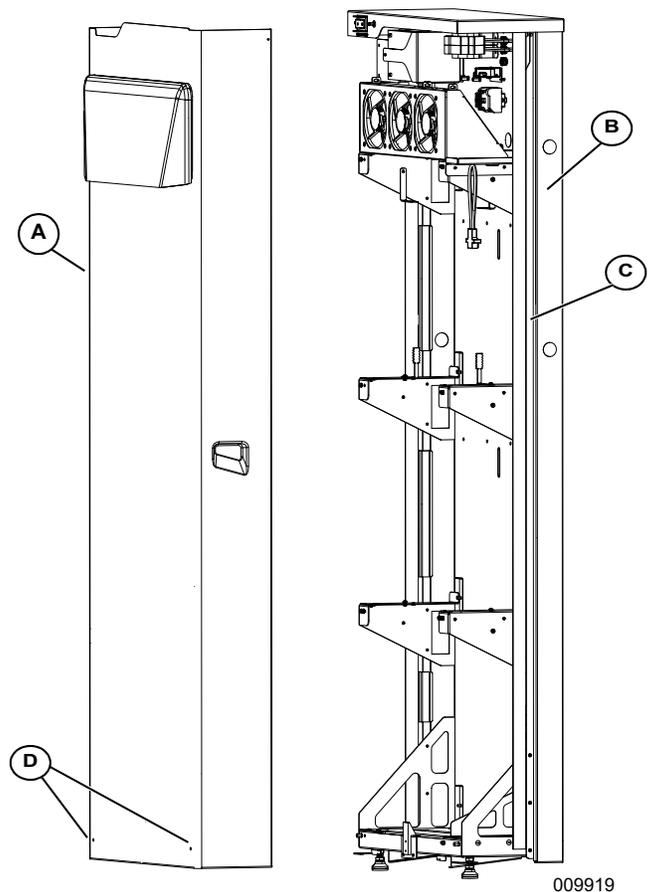

Figure 4-35. Pose du capot avant (modèle OR illustré)
1. Voir Figure 4-35. Poser le capot (A) verticalement devant l'appareil.
3. Pousser le capot tout droit pour l'engager sur le châssis (B).
4. Vérifier que tous les guides inclinés passent à l'intérieur du châssis. Les bords arrière du capot doivent appuyer sur le joint en caoutchouc sur toute la longueur (C).
1. Voir Figure 4-35. Retirer les deux vis M4 x 16 mm SEM (D) qui attachent le capot (A) au châssis (B).
Voir Figure 4-35. À l'intérieur de la batterie PWRcell, les modules sont superposés deux par deux en profondeur sur trois niveaux, ce qui permet de raccorder jusqu'à 6 modules en série. Dans les systèmes qui comportent moins de 6 modules, la batterie PWRcell peut être mise à niveau au moyen de modules supplémentaires.